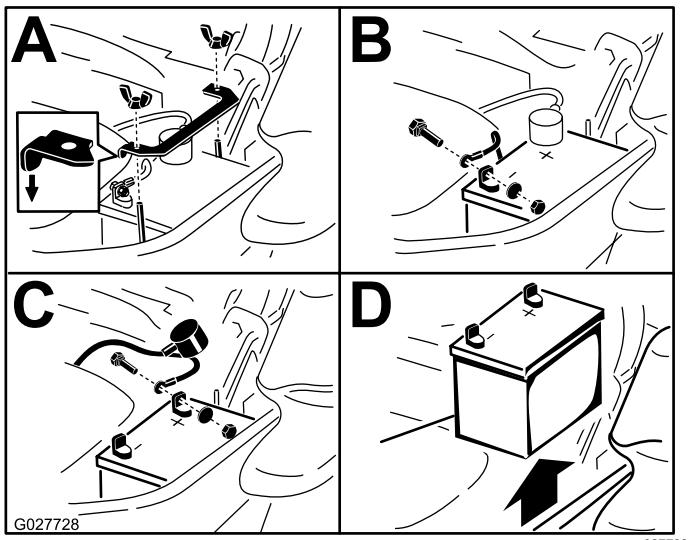

Figure 63
3. Retirez la batterie, comme montré à la Figure 63.